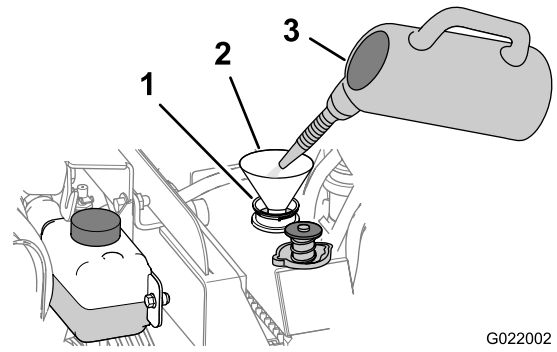

Figure 81
- C. Versez une solution de nettoyage du système de refroidissement dans le radiateur par le goulot de remplissage (Figure 81).